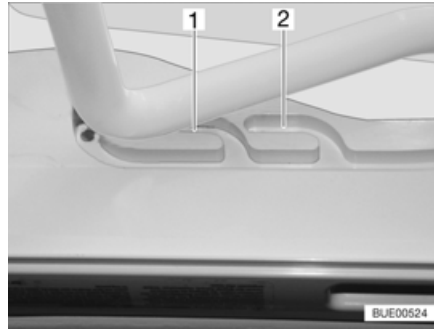
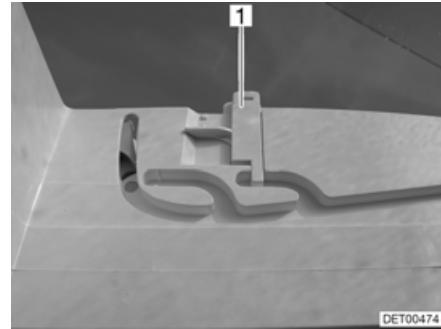

Bild 81 Heki-Dachhaube in Lüftungsstellung
Bild 82 Verriegelung Lüftungsstellung
Die Heki-Dachhaube kann in zwei Lüftungsstellungen gebracht werden: Schlechtwetterstellung (Bild 81,1) und Mittelstellung (Bild 81,2). Je nach Modell kann die Dachhaube in der Mittelstellung mit den beiden Riegeln (Bild 82,1) links und rechts am Rahmen der Dachhaube verriegelt werden.
- Den Bügel leicht nach oben drücken und in die gewählte Führung (Bild 81,1 oder 2) schieben und ggf. verriegeln.